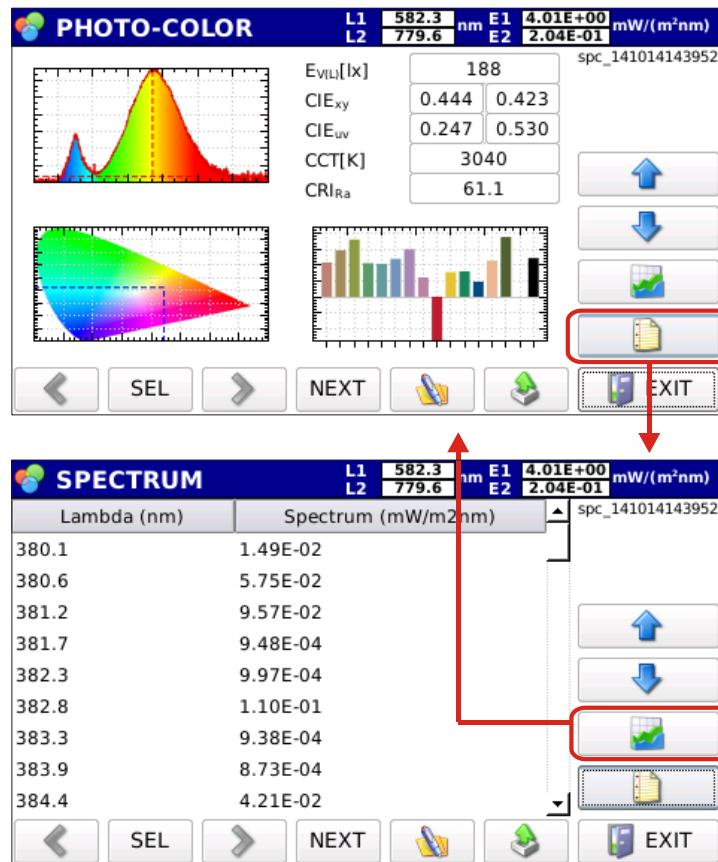

Figura 4.17: Dati di irraggiamento spettrale in formato testo.
4.6 Premendo il tasto  si visualizzano (figura 4.17) i dati di irraggiamento spettrale a passi di 1 nm,